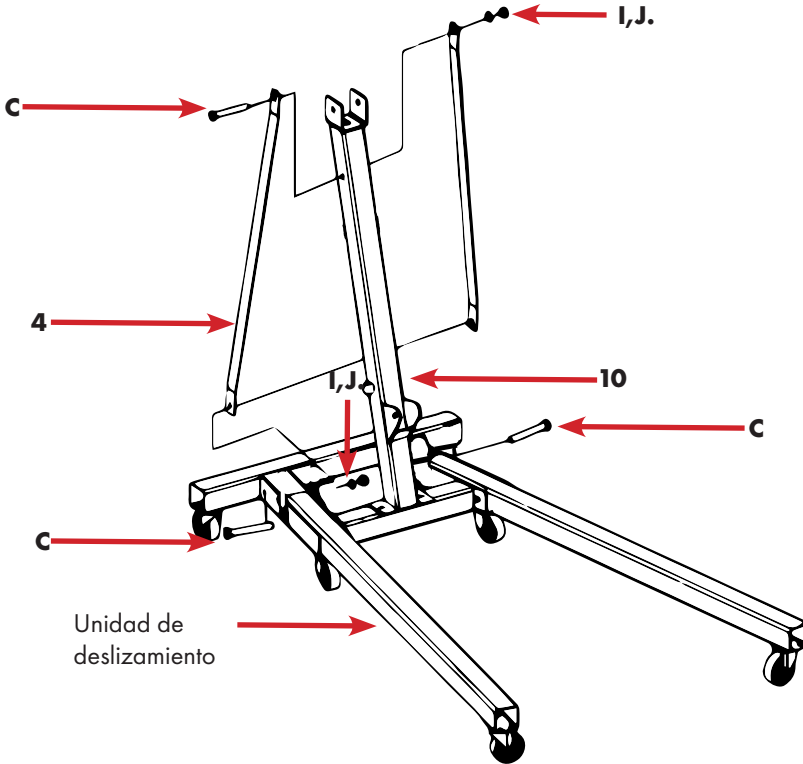

Fig.12
- Instale los soportes con los espárragos M16x110 y las arandelas y tuercas desenroscantes, como se muestra en la Fig. 12.